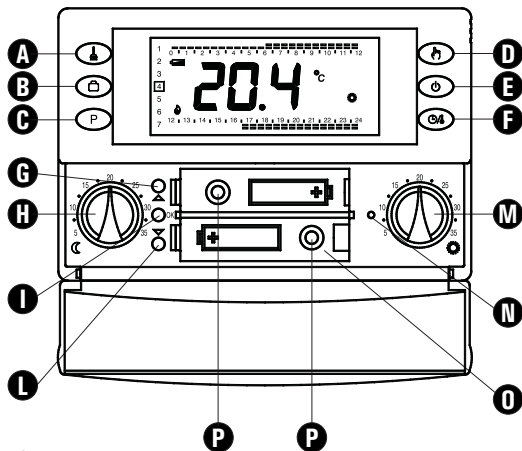

Fig. 4
5. Insérer les batteries dans le logement des batteries (Ø de la Fig. 4) ; voir le paragraphe 'INSERTION/REPLACEMENT DES BATTERIES'.
insérer les piles en respectant les polarités indiquées dans le logement respectif (voir le paragraphe ' INSERTION/REPLACEMENT DES BATTERIES ') et réaliser l'opération de réinitialisation avec un objet pointu à travers le trou correspondant (N de la Fig. 4). **NE PAS UTILISER DES AIGUILLES OU DES INSTRUMENTS CAPABLES D'ENDOMMAGER IRRÉMÉDIABLEMENT LE CHRONOTHERMOSTAT.**
'OK' : programmation de l'heure et du jour de la semaine courante (I de la Fig. 4) ;
'▲' : avant (G de la Fig. 4) ;
'▼' : arrière (L de la Fig. 4) ;
La température de confort est établie au moyen du bouton  (M de la Fig. 4) tandis que celle de réduction est établie au moyen du bouton  (H de la Fig. 4).